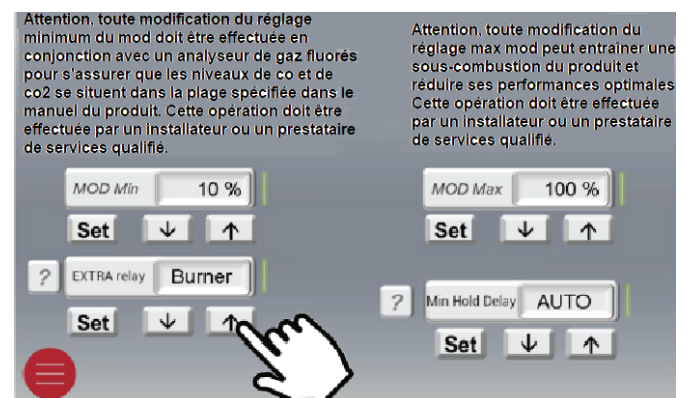

Figure 59. Chaudière 1 "Relais supplémentaire"
5. Une nouvelle page s'affiche. Sur le paramètre 'relais EXTRA', utilisez les flèches pour sélectionner 'Blower' (soufflerie), conformément à la **Figure 59**.